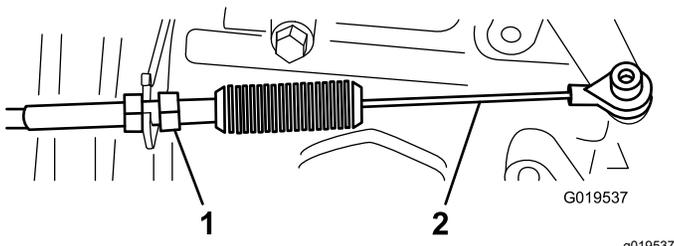
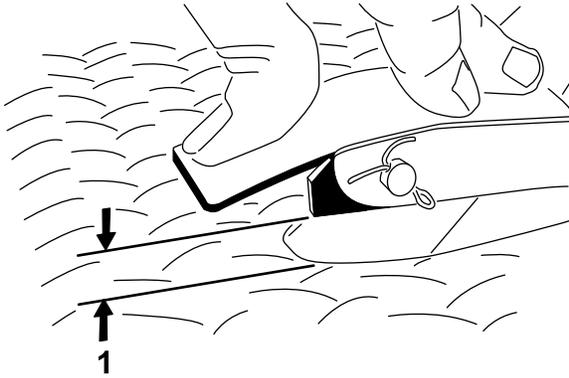

図 66
図 67
2. アクセルペダルの中央部を 11.3 kg の力で踏んだときに、ペダルと床のすきまが 2.54-6.35 mm となるようにアクセルケーブル 図 66 のボールジョイントを調整する 図 67。
3. ロックナットを締めつける 図 66。